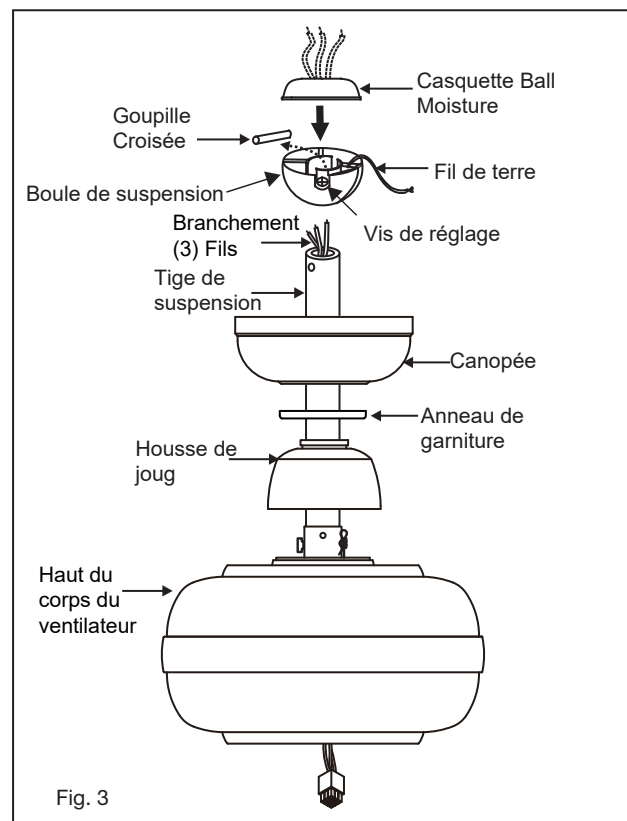

Fig. 3
- 6 Glissez le couvercle de l'étrier, l'anneau de garniture et la verrière sur la tige de suspension. (Fig.3)
- 8 Faites passer les fils à travers les trous du capuchon d'humidité de la bille en caoutchouc et faites glisser le capuchon sur le dessus de la bille. (Fig.3)
- 1 Retirez la plaque murale existante et l'ancien interrupteur de la boîte de prise murale. (Fig. 3)
Un flux d'air VERS LE BAS crée un effet de refroidissement comme illustré à la figure 3. Cela vous permet de régler votre climatiseur sur un réglage plus chaud sans affecter votre confort.